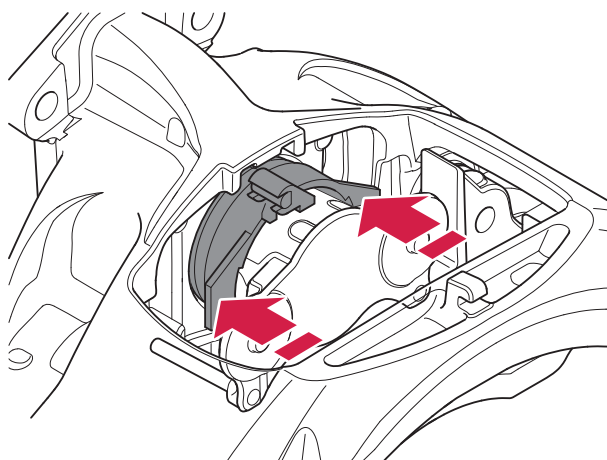

Figura 46. Presionar hacia dentro el guardapolvos del tornillo de ajuste
11. Arme la herramienta especial Haldex P/N 95225 y P/N 95226, ponga las herramientas especiales armadas en el extremo de la pinza del guardapolvos del tornillo de ajuste. Véase la figura 46.